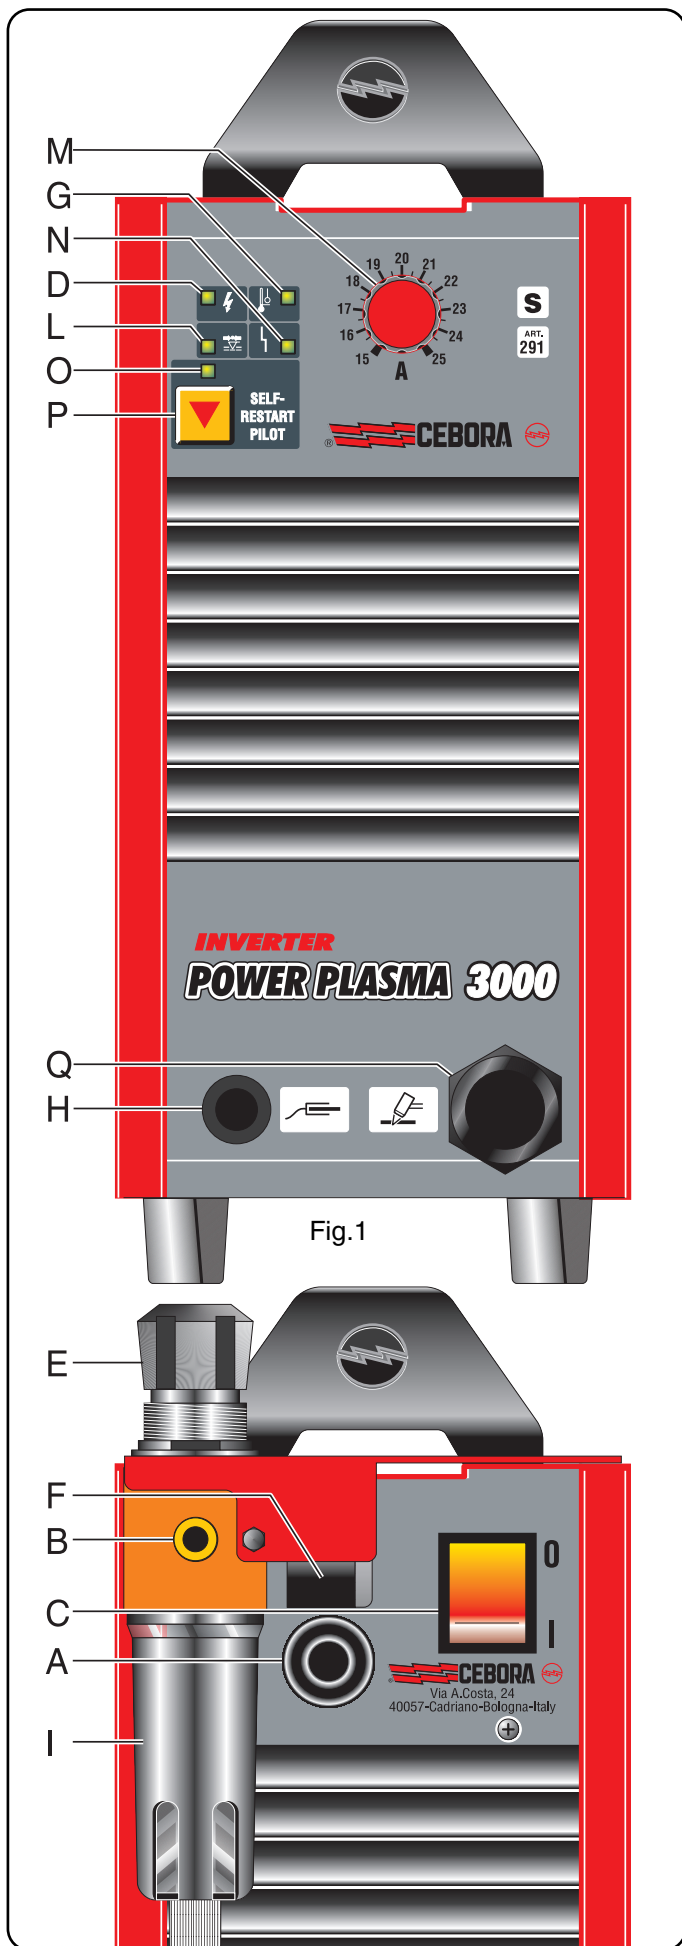

Fig.1
-  E' evidenziata dall'accensione del led G (vedi fig 1)
-  Posta sull'alimentazione della torcia per evitare che la pressione aria sia insufficiente. E' evidenziata dall'accensione del led L (vedi fig.1).
Anche se l'apparecchio è provvista di un dispositivo automatico per lo scarico della condensa, che entra in funzione ogni volta che si chiude l'alimentazione dell'aria, è buona norma, periodicamente, controllare che nella vaschetta **I** (fig.1) del riduttore non vi siano tracce di condensa.